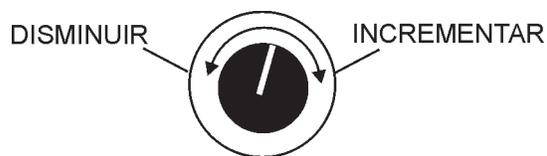

Figura 23. Perilla Reguladora de Voltaje
3. Girar la perilla de voltaje (Figura 23) según las manecillas del reloj para aumentar el voltaje de salida, girar contra las manecillas del reloj para disminuir el voltaje de salida. Usar la perilla del regulador de voltaje, cuando una final afinación de salida de voltaje es requerida.